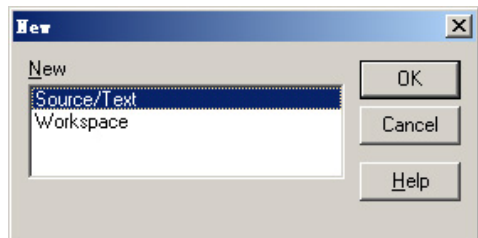

图 3-2 新建对话框
(1) 从 File 菜单中选择 New 选项, 出现的对话框如图 3-2 所示。